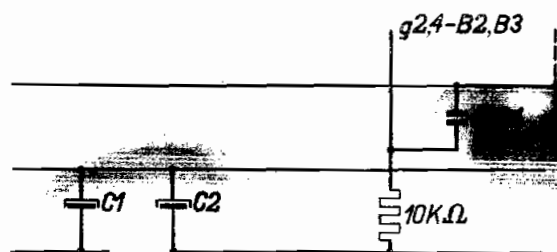

fig. 4
- 4e. 110 V \cong (gelijk- en wisselspanning), fig. 4.